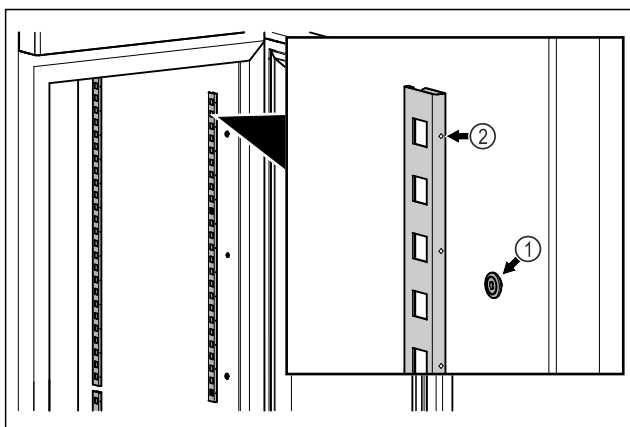

Fig. 56 Exempel
- ▶ Haka fast haklisterna i upphängningen Fig. 56 (1). Markeringen Fig. 56 (2) måste peka framåt.